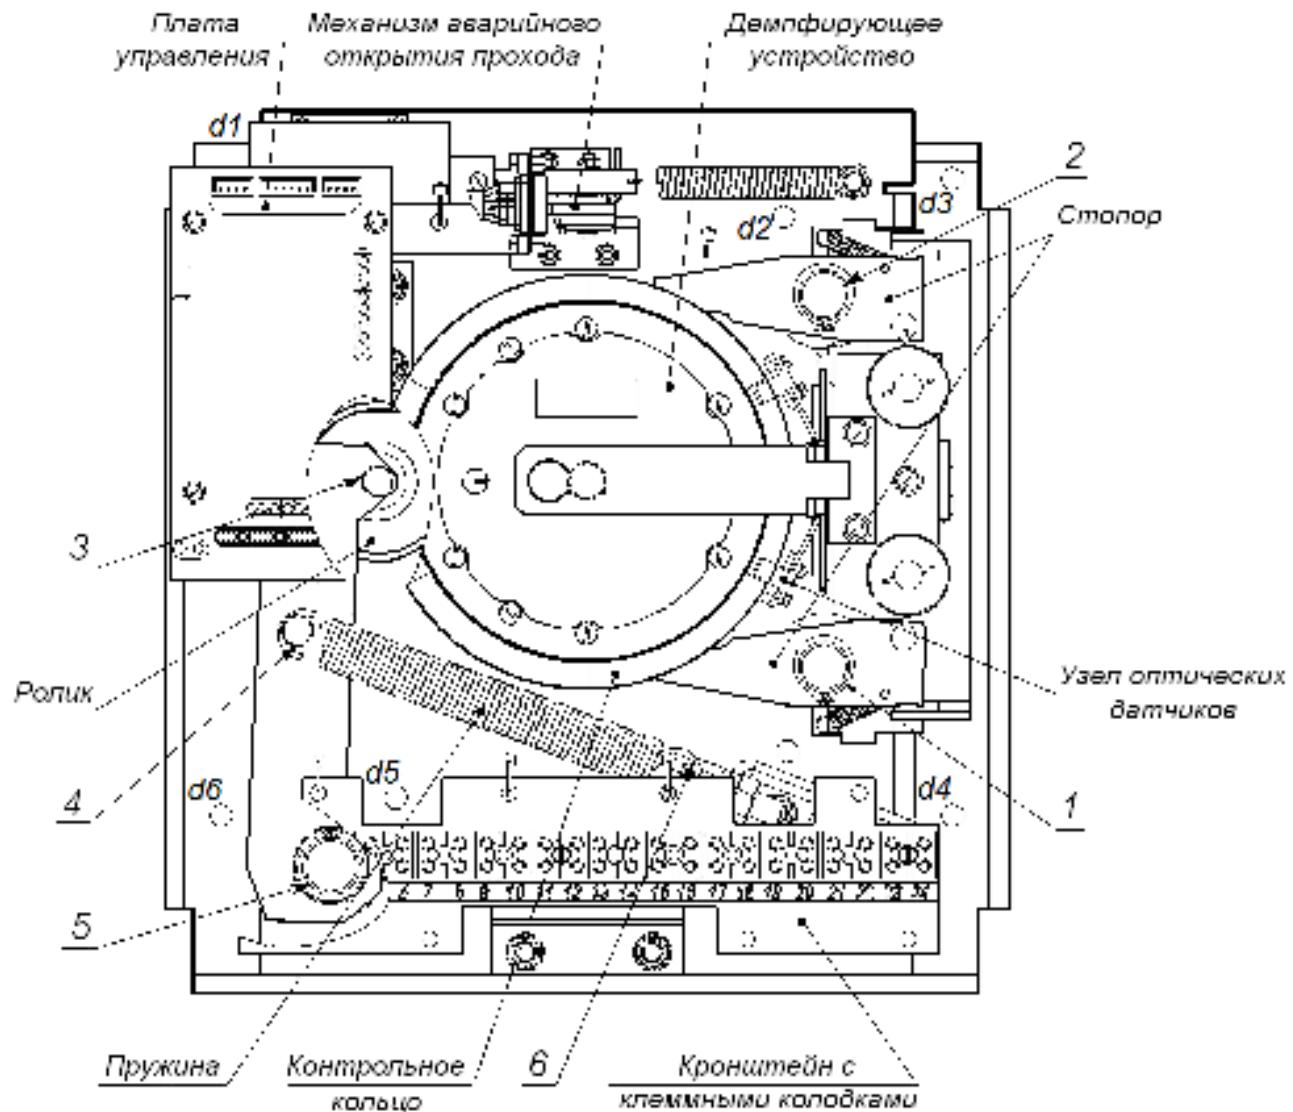

Рисунок 14. Расположение внутренних деталей и узлов механизма турникета
7. Проведите визуальный осмотр устройстваворота (толкателя, пружин и ролика), оптических датчиков поворота преграждающих планок и демпфирующего устройства (см. рис. 14).
- смазкой **Chain and Rope Lube Spray - WEICON** оси вращения стопоров (точки 1,2), ролика (точки 3) и рычага толкателя (точки 5 рис. 14);
12. Подключите разъем кабеля индикации **S1** от крышки турникета (2) к разъему платы управления и установите крышку на место в порядке, обратном снятию. Правильная установка крышки турникета не требует применения больших физических усилий.
13. Установите маховик (5) с преграждающими планками (3). Порядок установки маховика указан в разд. 8.4.
14. Проверьте работу механизма аварийного открытия прохода (автоматического опускания преграждающей планки «Антипаника») подачей и снятием напряжения питания на турникет, и при необходимости смажьте шарнирные узлы соединений в каждой позиции маховика (5).
15. Проверьте надежность крепления стойки турникета к полу и при необходимости торцовым ключом S17 подтяните болты анкеров (15). Для доступа к ним необходимо извлечь заглушки (16) из отверстий в основании стойки турникета.